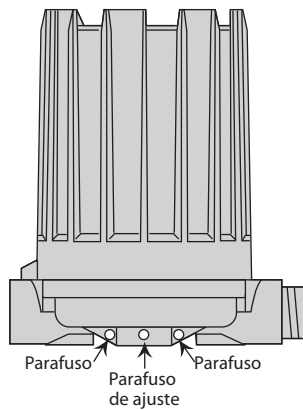

Figura 4
1. Afrouxe o(s) parafuso(s) de ajuste na base do invólucro da chave. Veja a Figura 4.